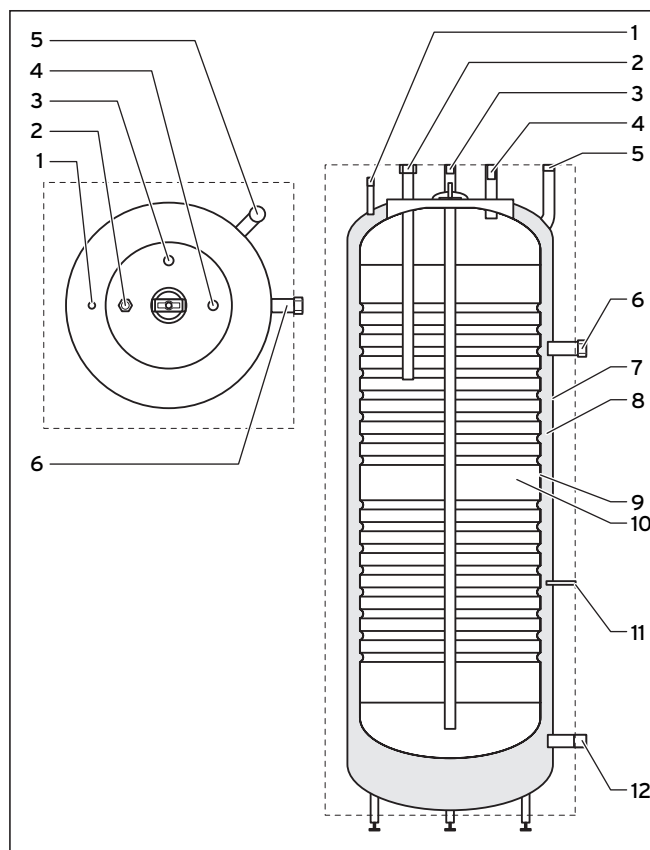

Fig. 2.1 Raccords tuyauterie, vue gauche
Le VDH 300/2 est à ballon à double manteau, c'est-à-dire qu'un réservoir intérieur de ballon (cf. fig. 2.1, réf. **9**) est soudé dans un réservoir extérieur (7). Environ 85 l d'eau peuvent circuler dans l'interstice annulaire qui les sépare. Le réservoir intérieur en acier inoxydable dispose d'une capacité de 268 litres. Cette construction du ballon d'eau chaude sanitaire permet la transmission de quantités de chaleur très importantes sur le volume secondaire (10) du ballon. Vous pouvez de surcroît exploiter ce ballon avec de l'eau fortement calcaire sans aucun problème.